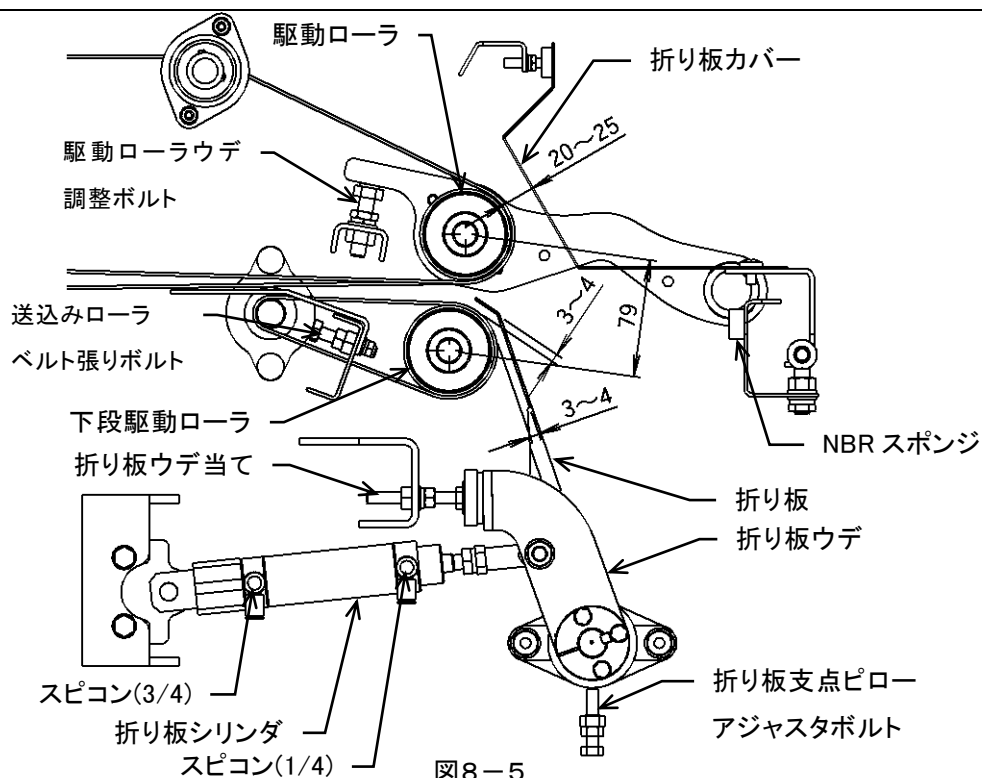

図8-5
8. 3.3 折り板部(図8-5)
送込みローラベルト張りボルト(図8-5)で張り調整を行ってください。